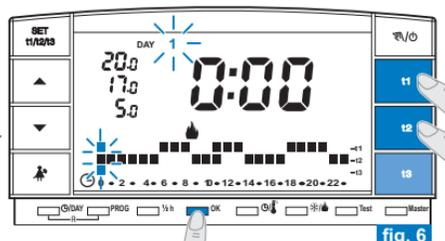
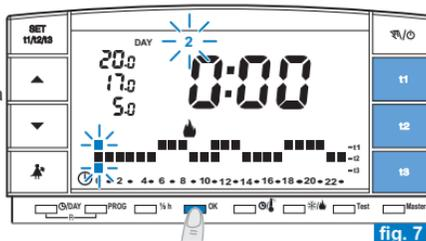

fig. 6
fig. 7
- Confirmer pour chaque heure du jour le type de température désirée (Comfort, Economy, Absence) en appuyant sur les touches **t1**, **t2** et **t3** (chaque pression permet la confirmation et le déplacement du digit à l'heure suivante, l'heure correspondante est affichée sur l'écran) jusqu'à compléter le diagramme quotidien de 24 heures relatif au **Lundi** ; les deux digits clignotent sur **0:00** (par ex. fig. 6).
- ① Il est possible de programmer la demi-heure comme indiquée dans le paragraphe 5.3.
- Une fois la programmation des températures du **Lundi** terminée, recommencer la programmation en cas d'erreur, (il est possible d'utiliser les touches ▲ ▼ pour vous déplacer rapidement sur l'heure à reprogrammer sur l'échelle thermique : l'heure correspondante s'affiche sur l'écran) ou bien appuyer sur la touche **OK** Pour confirmer le programme configuré. L'opération de confirmation (**OK**) enverra en mémoire le programme configuré (pour Lundi) et l'écran Affichera en clignotant le numéro du Mardi (2) ainsi que les digits correspondant à l'heure **0:00**, superposés à l'échelle thermique programmée pour le jour précédent (fig. 7 - page suivante).
- Si vous souhaitez la même échelle thermique que celle du Lundi, appuyer sur la touche **OK** (ex. sur la fig. 7) : la même échelle sera insérée également pour le **Mardi** le jour 3, **Mercredi**, clignotera ainsi que les digits correspondant à l'heure **0:00**.